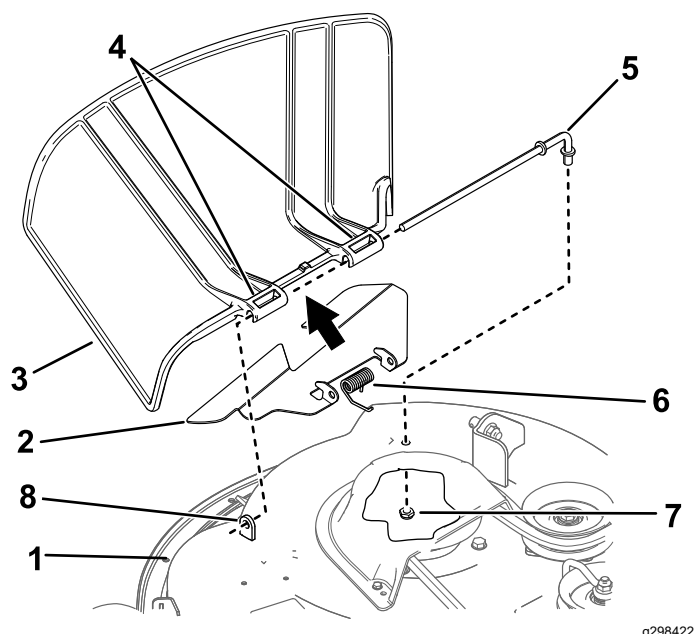

Figura 74
1. Remova a porca ($\frac{3}{8}$ pol.) da barra debaixo do cortador (Figura 74).
- Faça deslizar a barra para fora da parte saliente curta, mola, abafador e defletor de relva (Figura 74).
- Instale o novo defletor de relva e o abafador (Figura 74).
- Faça deslizar a barra pelo abafador e segunda articulação do defletor de relva (Figura 74).
- Fixe a extremidade traseira da barra ao cortador com uma porca ($\frac{3}{8}$ pol.), como se mostra na Figura 74.